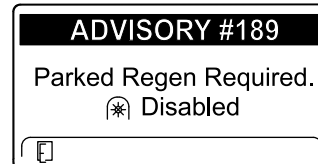

Figura 46
- Si usted no realiza una regeneración estacionaria en el plazo de 2 horas, el InfoCenter muestra el AVISO N° 189 – Regeneración estacionaria necesaria – Toma de fuerza deshabilitada (Figura 46).